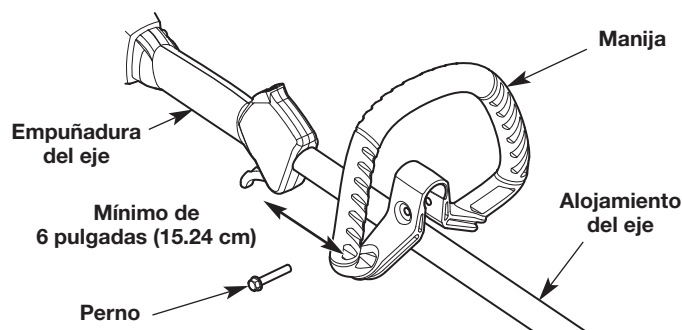

Fig. 2
1. Oprima la manija hacia abajo sobre el alojamiento del eje (Fig. 2). El orificio del perno de la manija debe quedar a la derecha.
2. Inserte el perno en el orificio del perno y oprímalo para que pase a través de él (Fig. 2). Apriete el perno con una llave tubular de 3/8" pero no apriete por completo.
3. Mientras sujeta la unidad en la posición de funcionamiento (Fig. 9), desplace la manija hasta la ubicación que le ofrece el mejor agarre. Ubíquela como mínimo a 6 pulgadas (15.24 cm) del extremo de la empuñadura del eje (Fig. 2).
1. Afloje el perno con una tubular de 3/8" (Fig. 2).
2. Mientras sujeta la unidad en la posición de funcionamiento (Fig. 9), desplace la manija hasta la ubicación que le ofrece el mejor agarre. Ubíquela como mínimo a 6 pulgadas (15.24 cm) del extremo de la empuñadura del eje (Fig. 2).